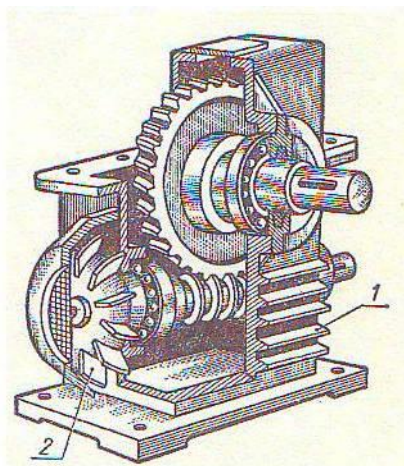

Рис.1.
- обдувом корпуса воздухом с помощью вентилятора, насаженного на вал червячка (рис.1), в этом случае увеличивается K_T .